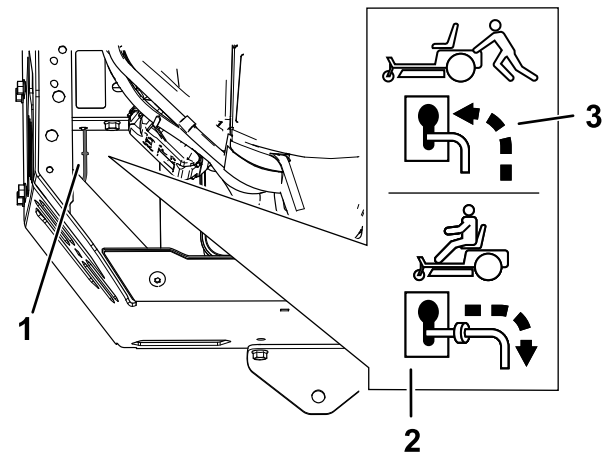

Figura 37
4. Mova as alavancas de derivação para frente através do orifício da chave e para baixo para as bloquear no lugar (Figura 37).
Mova as alavancas de derivação para trás através do orifício da chave e para baixo para as bloquear no lugar, como se mostra na Figura 37.